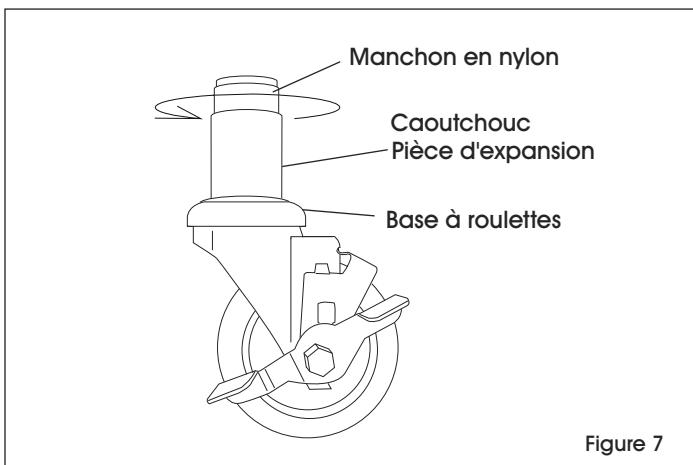

Figure 7
2. Tenez la base de la roulette et faites tourner le manchon en nylon dans le sens horaire. Ceci permettra à la partie en caoutchouc de s'élargir. (Voir Figure 7)